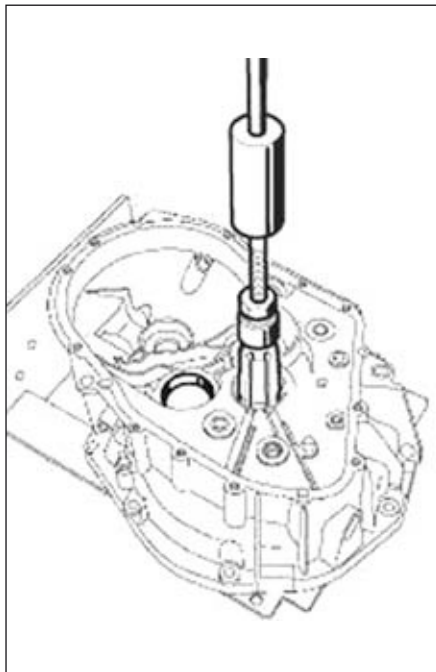

FIG.49
- Déposer les cuvettes de roulement à l'aide d'un extracteur à inertie de diamètre 42 mm (Fig.49).